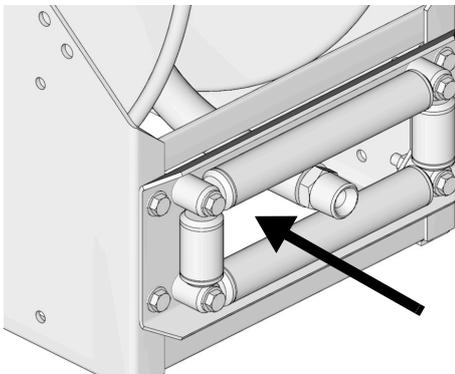

FIG. 15
- Pase el extremo de manguera suelto a través de los rodillos de manguera y enrolle y fije la manguera manualmente en el carrete de manguera (FIG. 15).